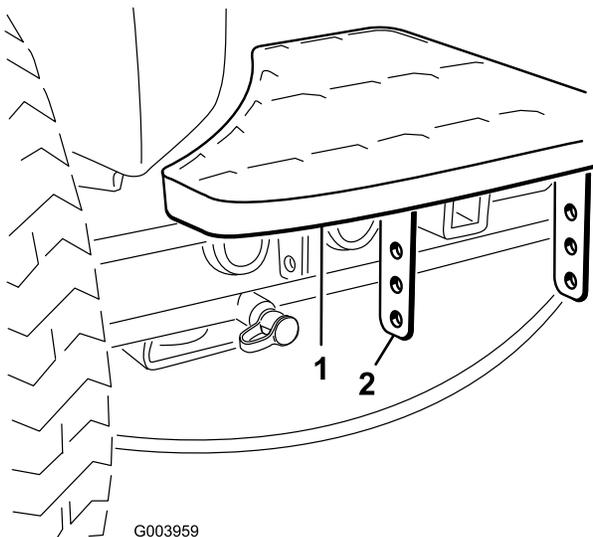

Рисунок 2
1. Удалите два болта и гайки крепления кронштейнов ступеней к раме тягового блока (Рисунок 2).